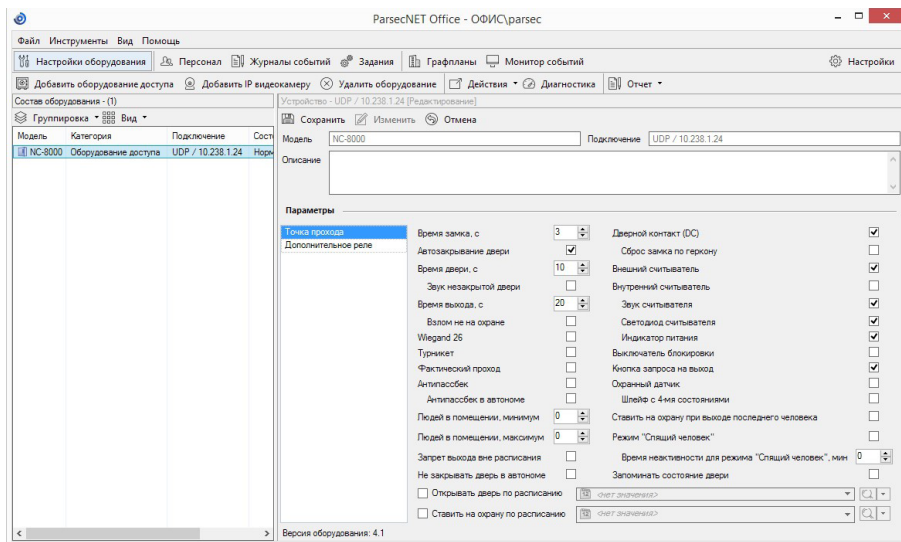

Рисунок 27. Настройка контроллера в ParsecNET Office
2. подключение по Ethernet. Контроллер отображается на канале UDP (рисунок 27).